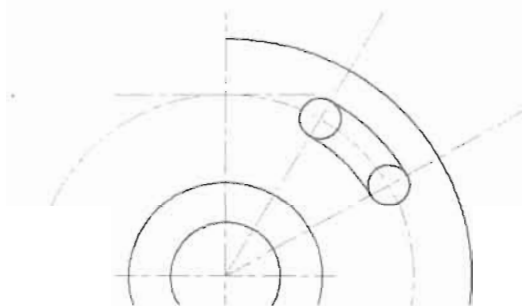

图 3-161
(9) 选择“粗实线”图层为当前图层，执行“绘图>圆>两点”菜单命令来绘制圆，命令执行过程如下，效果如图 3-161 所示。